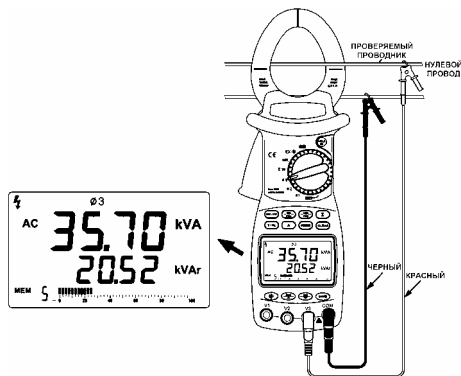

Рисунок 10. Измерение полной мощности
- а. Нажмите кнопку  для отображения на основном дисплее значения полной мощности; значение реактивной мощности будет отображаться на графическом индикаторе со шкалой "0-20-40-60-80-100" и на дополнительном дисплее (см. рис.10).